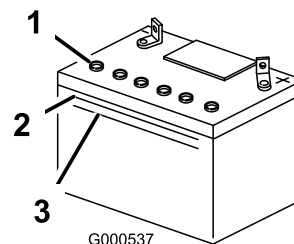

Figura 43
1. Examine a parte lateral da bateria. O eletrólito tem de estar ao nível da linha **superior** (Figura 43). Não deixe que o nível de eletrólito desça abaixo da linha Inferior (Figura 43).
3. Retire as tampas de ventilação da bateria (Figura 43).
4. Encha devagar cada célula da bateria com água destilada até que o nível de eletrólito atinja o nível da linha Superior (Figura 43) na caixa da bateria.
5. Aguarde cerca de cinco a dez minutos após encher as células da bateria. Adicione água destilada, se necessário, até que o nível de eletrólito atinja a linha Superior (Figura 43) na caixa da bateria.